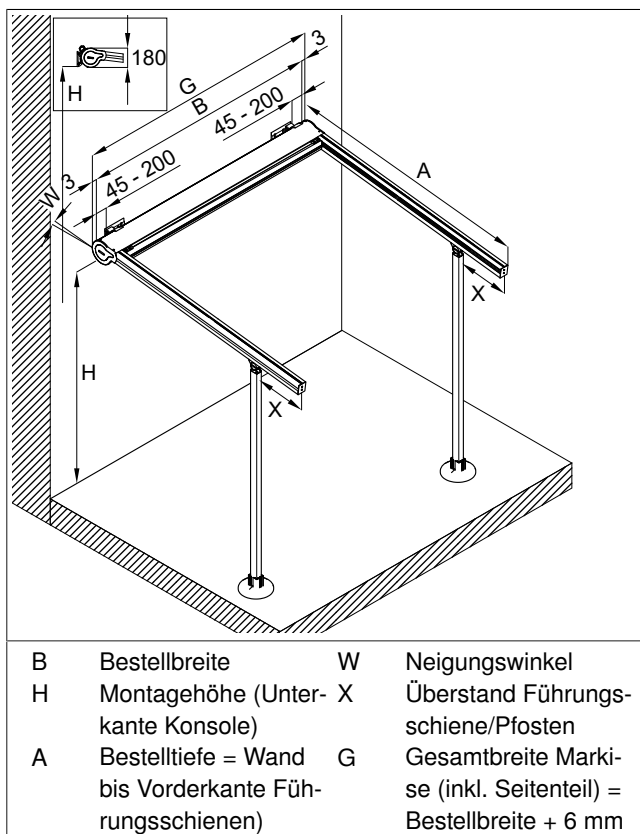
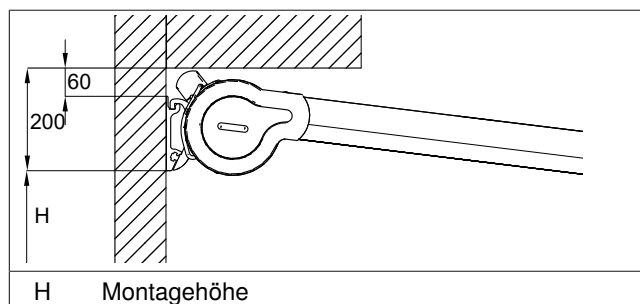
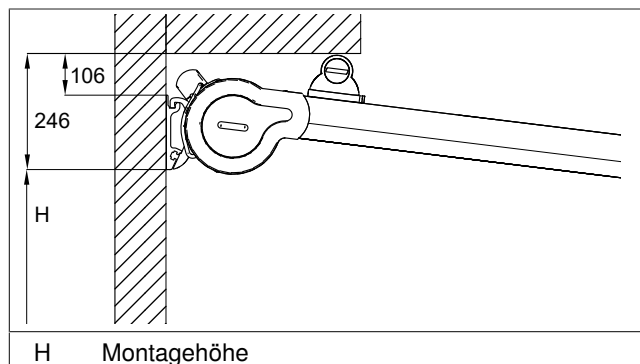

Abb. 4: Maßskizze für Perea P40/Perea P40 WeatherEdition freistehend (alle Maßangaben in mm)
Abb. 5: notwendiger Montageaum nach oben bei starrem Verstärkungsprofil (alle Maßangaben in mm)
Abb. 6: notwendiger Montageaum nach oben bei mitlaufendem Verstärkungsprofil (alle Maßangaben in mm)
- Aufnahme auf Position schieben! Maximalen Abstand von Außenkante Markise beachten (siehe Abb. 4)! Schraube noch nicht fest anziehen, Aufnahme muss für das spätere Ausrichten zur Konsole noch verstellbar sein.
- Position der Konsolen auf dem Montageuntergrund übertragen (siehe Abb. 4/Seite 8)! Dabei den benötigten Abstand zu Decke beachten (siehe Abb. 5 oder siehe Abb. 6). Auf Höhengleichheit achten. - Konsole an der Markierung senkrecht und waagrecht ausgerichtet halten! - Das Bohrbild übertragen. - Die Befestigungslöcher bohren.
- Position der Schwerter für Dachsparrenmontage auf dem Montageuntergrund übertragen (siehe Abb. 4/Seite 8)! Auf Höhengleichheit achten.